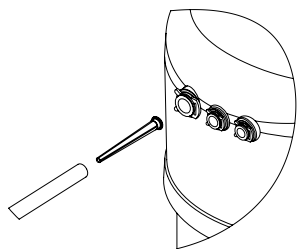

Рис. 6. Установка щелевой вставки
- Установите щелевую вставку в трубку 3/8" (9,5 мм) как указано на рис. 6 и подсоедините данный конец трубки к водоочистителю.